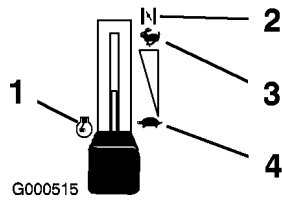

Figure 8
3. Placez la manette d'accélérateur en position Starter pour démarrer à froid (Figure 8).
5. Lorsque le moteur a démarré, amenez progressivement la manette d'accélérateur en position de Haut régime (Figure 8). Si le
- Placez la manette d'accélérateur en position de Régime maximum (Figure 8).